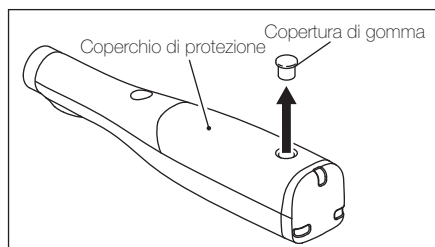

Fig. 11
2. Rimuovere il tappo di gomma dal coperchio di protezione della batteria con un piccolo cacciavite a punta piatta. (Fig. 11)